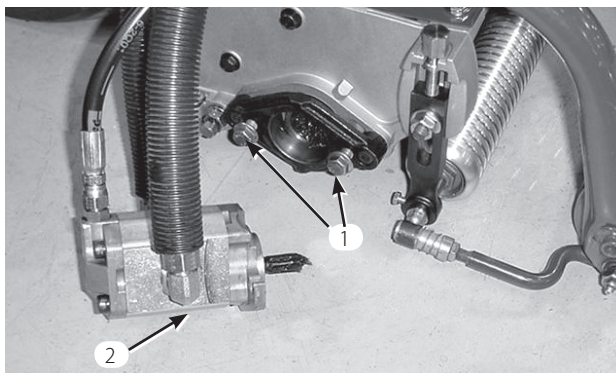

図 13
7. リールモータを固定するための取り付けボルトを各カッティングユニットに装着する。ネジ山を 13 mm 程度突き出させておく（図13）。
10. リールモータのシャフトのスプライン部にグリスを塗布する。モータを取り付け穴に正対させ、時計方向にひねってスタッドを一回かわし、次に左回りにひねって、キャップスクリューにフランジをしっかりと掛ける。キャップスクリューを締めてモータを固定する（図13）。